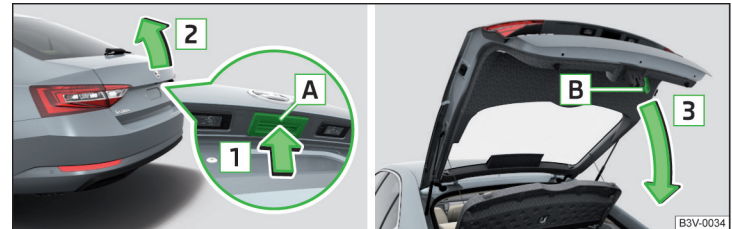

Abb. 55 **Gepäckraumklappe öffnen/schließen**
- Zum **Öffnen** die Taste **A** in Pfeilrichtung **1** drücken » Abb. 55.
Die Taste **A** » Abb. 55 wird beim Anfahren bzw. ab einer Geschwindigkeit von mehr als 5 km/h deaktiviert. Nach dem Anhalten und Öffnen einer Tür wird die Taste wieder aktiviert.